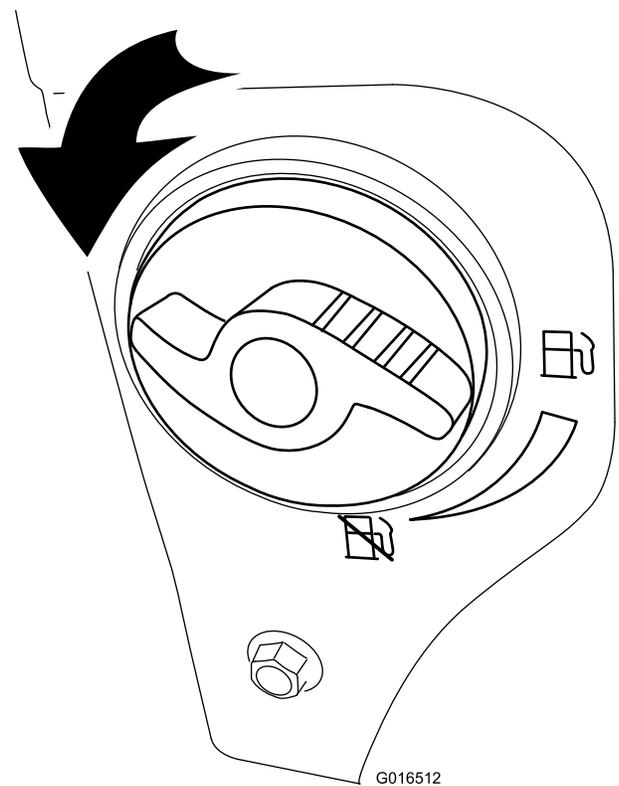

Bild 20
2. Drehen Sie den Kraftstoffhahn eine Viertelumdrehung nach links, um ihn zu öffnen (**Bild 20**).